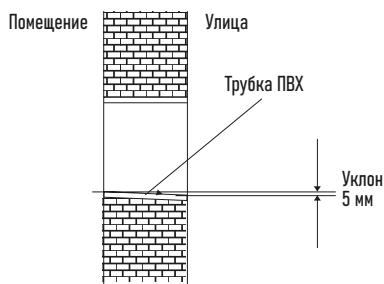

Рисунок 7
- Отреяжьте трубку из ПВХ под небольшим углом длиной немного короче, чем толщина стены, и вставьте ее в отверстие (рис. 7).